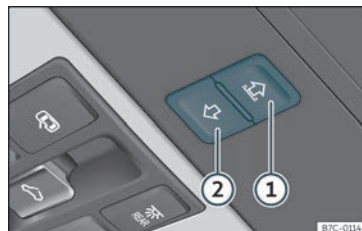

Fig. 86 No revestimento interior do teito:teclas da cortina parasol.
As teclas >>> **fig. 86** **(1)** e **(2)** teñen dous niveis. No primeiro nivel pódese abrir ou pechar total ou parcialmente a cortina parasol.
- *Cortina parasol:* antes de que transcorran aprox. 5 segundos dende a activación da función antiaprisionamento, prema a tecla » fig. 86 ata que a cortina se peche completamente.